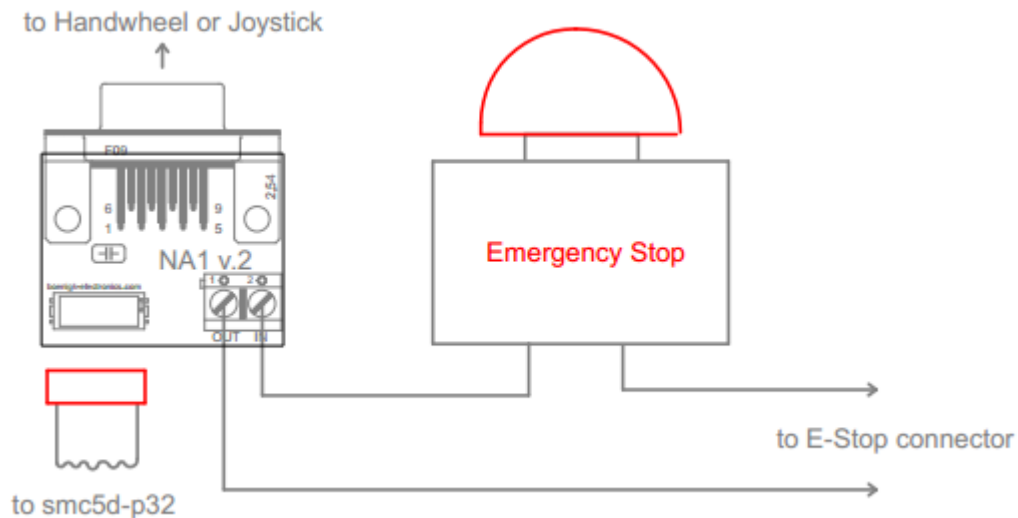

Abbildung 1: NA1 Schaltplan
**Damit die Elektronik von der Stromversorgung getrennt werden kann, müssen die Anschlüsse an NA1 vorhanden sein (siehe unten die Abbildung 1).**